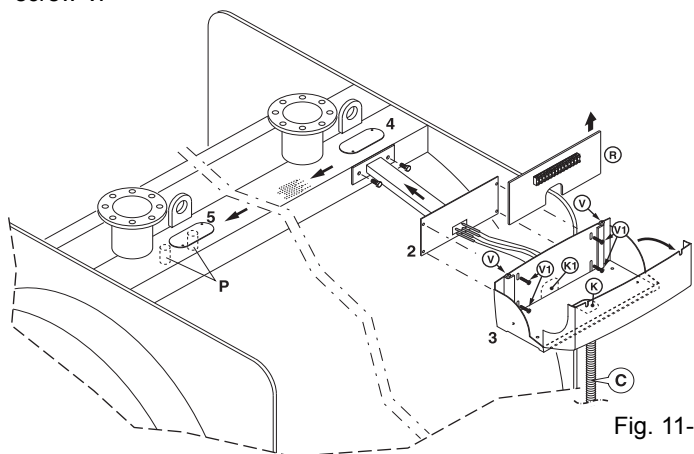

Fig. 11-3
- loosen the screw V and turn forward the control panel front part 3 (fig. 11-3)
- insert all the bulbs of the thermometer and the thermostats inside the rear pocket of the rod and ensure they slide inside the tube of the support 2 until they emerge (fig. 11-3).
- Remove the plate 4, fit the support 2 to the boiler as indicated in fig. 11-3, paying attention to slide the bulb inside the hole of the boiler towards the plate 5, remove the plate 5 and insert the bulbs inside the pocket P. Once these operations have been carried out re-fit the plates 4 and 5.
- Ослабьте винты V и откройте на себя лицевую панель щитка управления 3 (рис. 11-3).
- Пропустите чувствительные элементы термостатов и термометр через отверстие в кронштейне и пропустите через опорную трубу 2 (рис. 11-3).
- Снимите пластинку 4, установите опорную трубу 2 на котле, как показано на рис. 11-3. Пропустите чувствительные элементы через отверстие в котле по направлению к пластинке 5, снимите ее и вставьте чувствительные элементы в гильзы R. Затем установите на места пластинки 4 и 5.